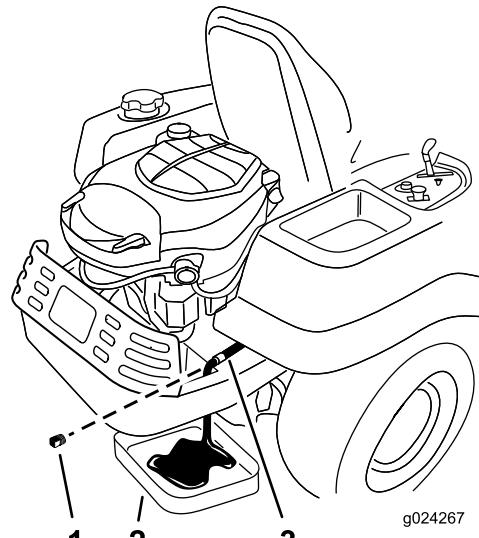

Figura 30
4. Localice la manguera de vaciado de aceite situado en el lado izquierda del motor. (Figura 30).
6. Coloque un recipiente de vaciado debajo de la máquina, directamente debajo de la manguera de vaciado del aceite, según se muestra en Figura 30.
7. Utilizando 2 llaves (una para mantener la manguera de vaciado del aceite y otra para aflojar el tapón) retire el tapón de vaciado del aceite (Figura 30).
17. Limpie cualquier exceso de aceite Figura 30.